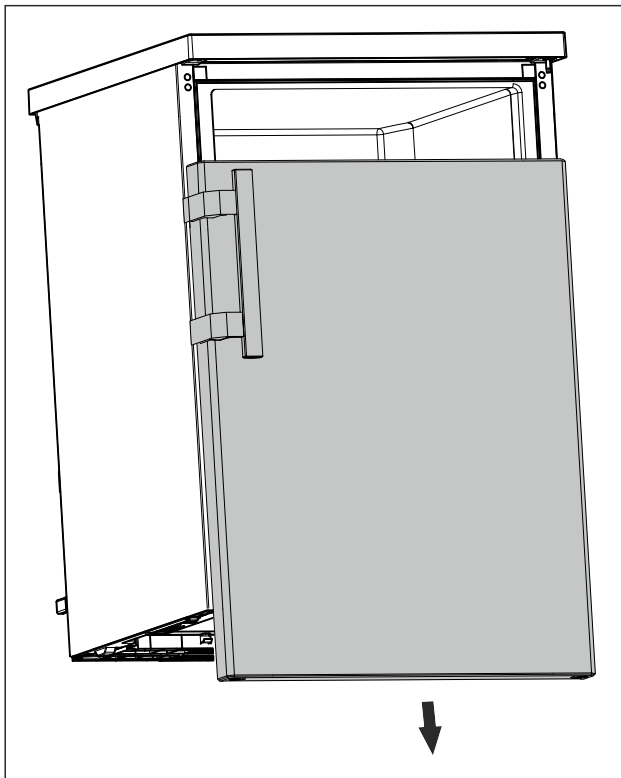

Fig. 15
- ▶ Снимите дверь движением вниз. (см. Fig. 15)